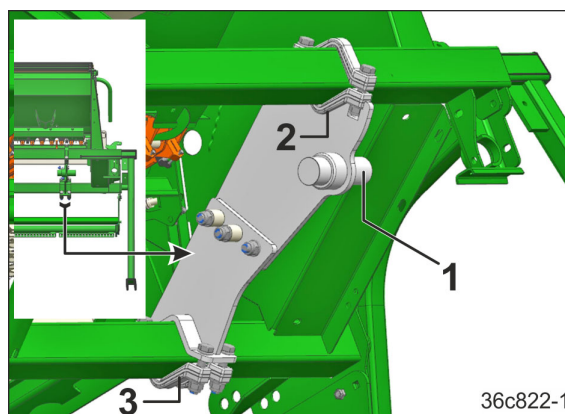

Рис. 125
Каждая цапфа (Рис. 125/1) крепится на раме 3 зажимными скобами:
- 1 зажимная скоба сверху (Рис. 125/2)
- 2 зажимные скобы снизу (Рис. 125/3).